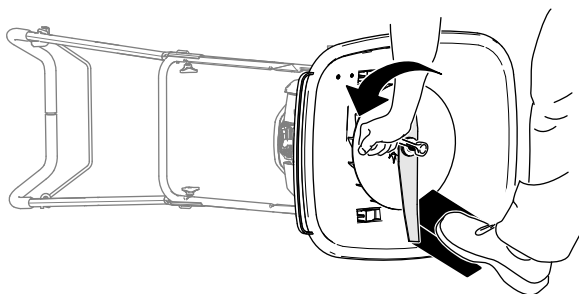

Figura 21
3. Usate un blocco di legno per tenere ferma la lama (Figura 21).
4. Utilizzate una chiave per rimuovere la lama ruotando il bullone in senso antiorario (Figura 21).